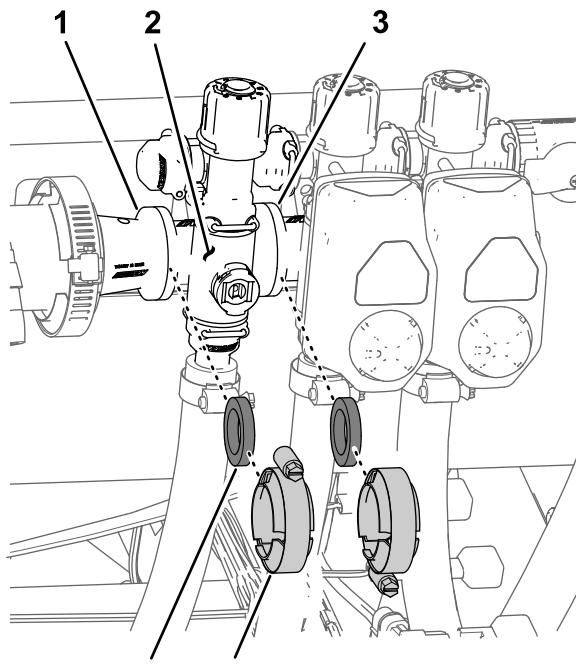

Bild 119
1. Entfernen Sie die Klemmen und Dichtungen, mit denen der Verteiler für das Abschnittventil (Bild 119) an dem danebenliegenden Abschnittventil (falls linkes Abschnittventil auch die Reduzierkupplung) befestigt ist.